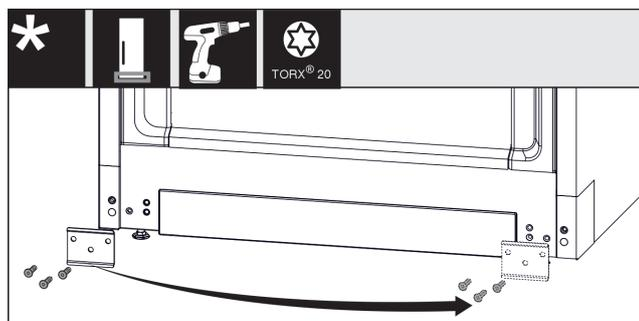

Fig. 15
- ▶ 拧下金属板 Fig. 15 (1)，将其移到另一侧，然后重新拧紧。